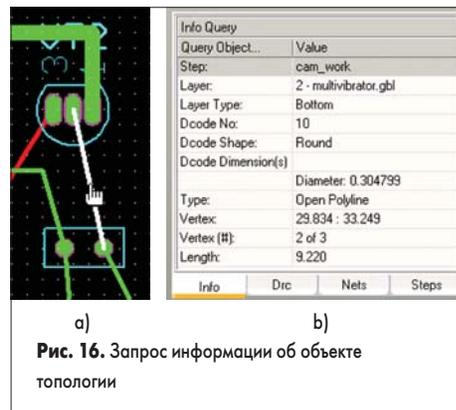

Рис. 16. Запрос информации об объекте топологии
2. Наведем указатель мыши на интересующий нас объект и выполним один щелчок левой кнопкой мыши (рис. 16, a).
Информация об указанном объекте будет отображена на панели управления (рис. 16, b). Легко видеть, что наш объект представляет собой незамкнутую полилинию (Type: Open Polyline), нарисованную апертурой D10 (Dcode No: 10) круглой формы (Dcode Shape: Round) диаметром 0.304799 мм на слое 2 — Multivibrator.gbl типа Bottom.